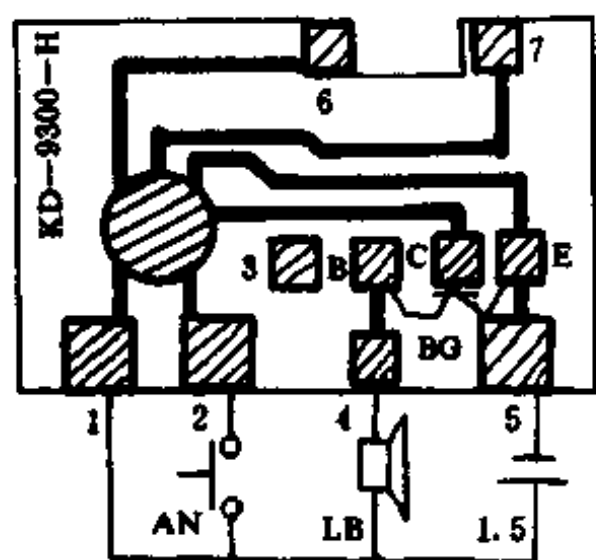

图 1-109
CW9400 系列音乐集成电路与 KD9300 的用途基本相同。所不同的是, CW9400 从根本上取消了外接电阻,没设可接电阻的⑦端和⑧端(如图 1-109 所示)。